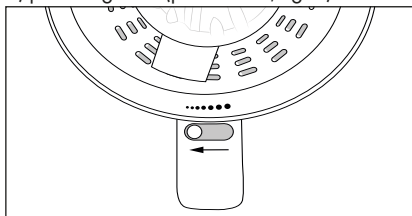
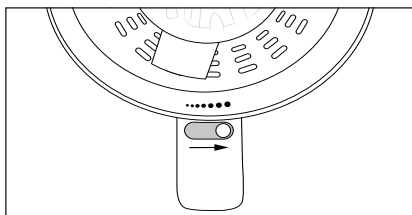

fig. 2
fig. 3
- ◆ Reglați cu ajutorul comutatorului selectiv ⑥ conținutul de pulpă al sucului de la fin (puncte mici, fig. 2) până la grosier (puncte mari, fig. 3).